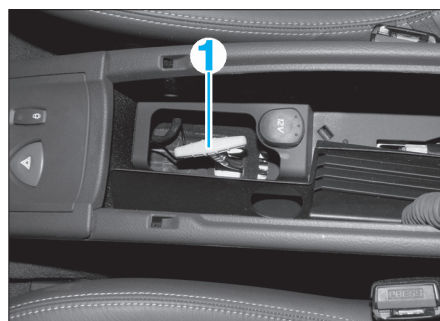

FIG. 20
- Dans l'habitacle, entre les deux sièges, sous une trappe à l'intérieur de l'accoudoir, tirer sur la commande de secours (1) et déposer la poignée (Fig.20).
- Dans l'habitacle, entre les deux sièges, sous une trappe à l'intérieur de l'accoudoir, tirer légèrement sur la poignée (1) et le câble sur une longueur inférieure à 2 centimètre (Fig.20).